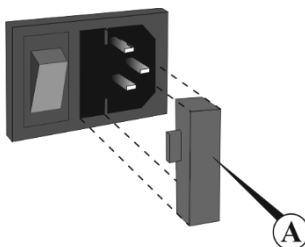

Рисунок 5. Замена предохранителя
- 9.4. Замена предохранителя. Отсоедините прибор от сети, а сетевой кабель – из разъема на задней панели прибора. Откройте держатель предохранителя (рис. 5/А), выдвинув его. Проверьте предохранитель и при необходимости замените, **М** 2 А (тип **М** - time lag: **Medium**).